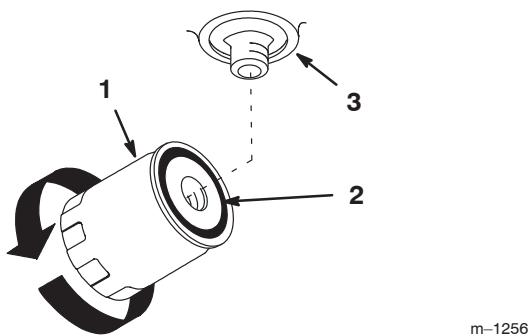

Figure 42
4. Appliquez une fine couche de liquide hydraulique sur le joint en caoutchouc du filtre de recharge (Fig. 42).
7. Tournez le filtre dans le sens horaire jusqu'à ce que le joint en caoutchouc touche l'adaptateur, puis donnez 1/2 tour supplémentaire (Fig. 42).